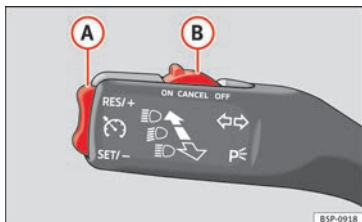

Fig. 135 Palanca de intermitentes y de luz de carretera: conmutador y tecla basculante para el regulador de velocidad.
- Mueva el mando » **fig. 135 (B)** hacia la izquierda hasta la posición **ON**.